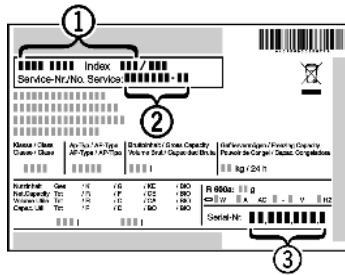

Fig. 17
- Gerätebezeichnung *Fig. 17 (1)*, Service-Nr. *Fig. 17 (2)* und Serial-Nr. *Fig. 17 (3)* vom Typenschild ablesen. Das Typenschild befindet sich an der linken Geräteinnenseite.
- Den Kundendienst benachrichtigen und den Fehler, Gerätebezeichnung *Fig. 17 (1)*, Service-Nr. *Fig. 17 (2)* und Serial-Nr. *Fig. 17 (3)* mitteilen.